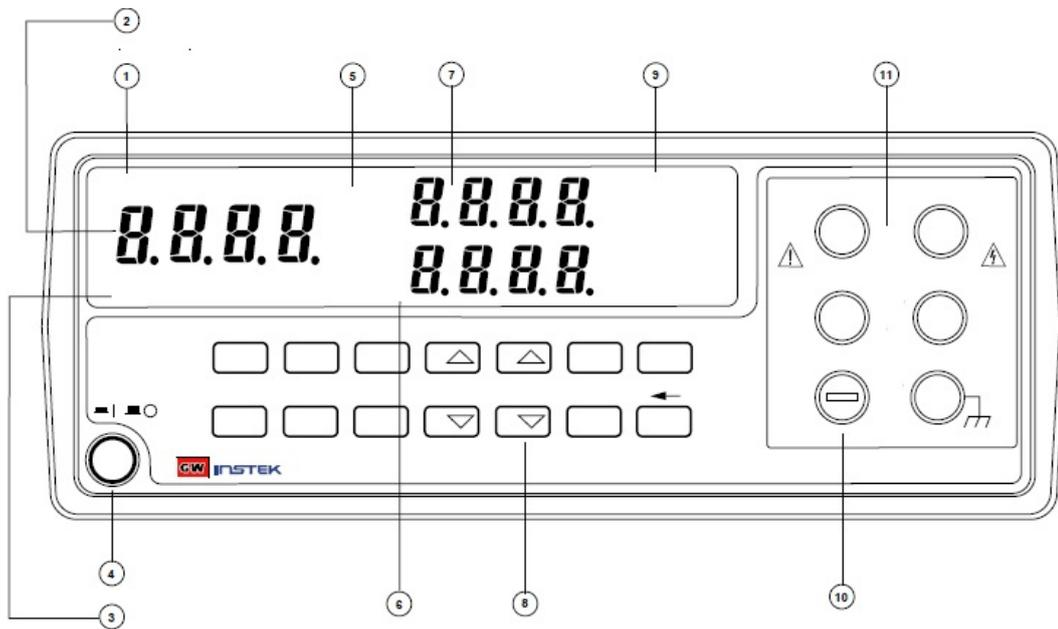

Рис.6
5.1.11. На измерителе с помощью соответствующих кнопок Рис.6 (см. Руководство по эксплуатации GPM-8212) выбрать режим измерения тока, напряжения, мощности или